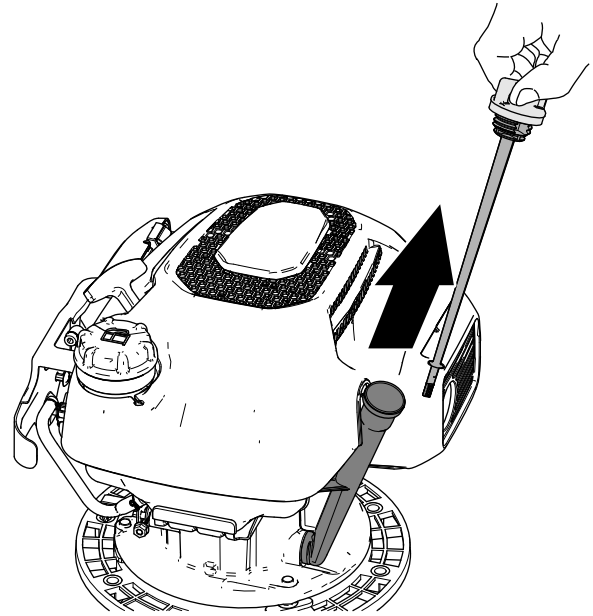

図 14
2. オイルフィルタの補給口からディップスティックを抜きウェスで一度きれいに拭く(図 14)。